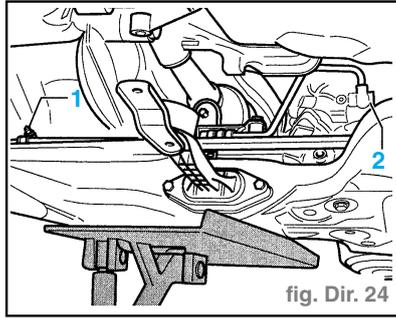

fig. Dir. 24
- Défaire les vis (1) du mécanisme de servodirection.
- Déposer les vis (2) et (3) du support du groupe motopropulseur.
- Dévisser la conduite de retour du collier (1) et le boîtier de la valve à tiroir rotatif (2) (fig. Dir. 24).
- Fermer le tarudage pour le raccord de la conduite de retour sur le boîtier de la valve à tiroir rotatif (2) (p. ex. avec une vis d'obturation en plastique).